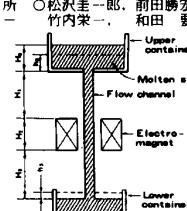

Fig. 1 Schematic diagram of experimental system.
2. 設置と方法 実験装置の概要を Fig. 1 に、実験条件を Table 1 にそれぞれ示す。溶鋼は上部容器から耐火物製の扁平流路を通過して下部容器へ流出する。流路長さ方向の中央部に磁場を垂直に横切る磁界を与える溶鋼に電磁力を付与した。流量は上部容器の重量変化をロードセルにて測定し算出した。最初に磁場を印加せずに溶鋼を流出させ流路の抵抗係数を求め、次に直流磁界を与えて流動抵抗の増加を測定し、これを電磁ブレーキの効果として取り出した。